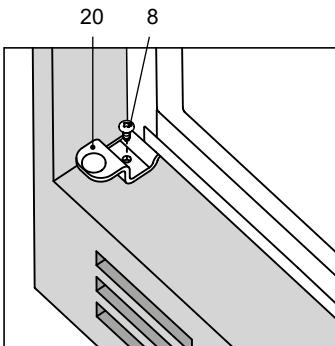

Figura 9
**3.3.2** Pentru a ataşa frigiderul la partea inferioară a dulapului de mobilier, fixați suporturile 20 și 21 cu șuruburile 8 în conformitate cu figura 9.